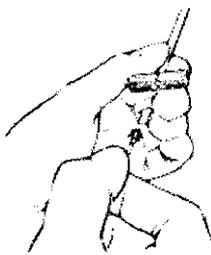

Figura 6. Introducción del electrodo en la funda
9. Después de insertar completamente el estilete del electrodo, vaya introduciendo el electrodo endocárdico a través de la funda y de la vena subclavia hasta la vena cava superior (ver Figura 6).